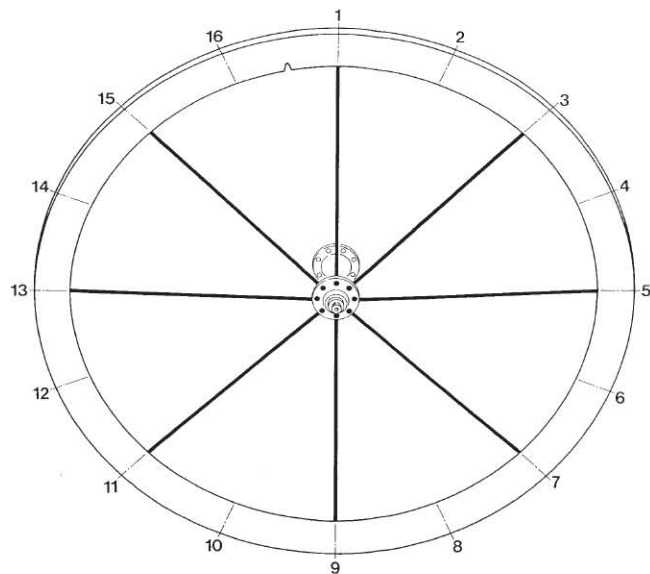
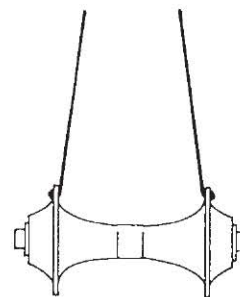

Fig. 41
Fig. 43
- Procedete al montaggio del primo lato con le teste dei raggi orientate verso l'esterno della flangia del mozzo (Fig. 43) e con il primo raggio montato sul primo foro a destra del foro valvola del cerchio (Fig. 41).
- Proceed with installation of the first side with the heads of the spokes oriented towards the outside of the hub flange (Fig. 43), and with the first spoke fitted in the first hole to the right of the valve hole in the rim (Fig. 41).
- Bei der Montage der ersten Seite die Speichenköpfe, vom Nabenflansch gesehen, nach außen halten (Abb. 43). Die erste Speiche in die erste Bohrung rechts von der Ventilbohrung der Felge einführen (Abb. 41).
- Procédez au montage du premier côté avec les têtes des rayons orientées vers l'extérieur de la bride du moyeu (Fig. 43) et avec le premier rayon monté sur le premier trou à droite du trou de la valve de la jante (Fig. 41).
- Efectuar el montaje del primer lado con las cabezas de los radios orientadas hacia el exterior de la brida del buje (Fig. 43) y con el primer radio montado en el primer orificio a la derecha del orificio de la válvula de la llanta (Fig. 41).
- Begin met het monteren aan één zijde met de spaakkoppen aan de buitenzijde van de naafflens (Fig. 43), waarbij de eerste spaak in het spaakgat rechts naast het ventielgat in de velg wordt geplaatst (Fig. 41).